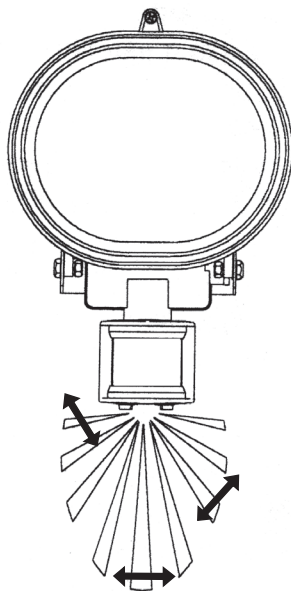

Fig. 1B
- Innan du väljer plats för strålkastaren, tänk på att rörelse tvärs över avsökningsområdet tänder tidigare än rörelse mot eller från (Fig. 1B,C).